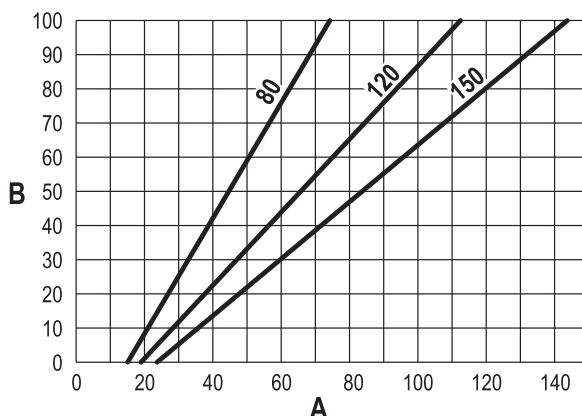

fig. 62
- Druk op de **contexttoetsen 1 en 2** om de warmteafgifte te verhogen of te verlagen (minimum = 00 - maximum = 100). Zie het schema “Regeling warmteafgifte” (fig. 62).